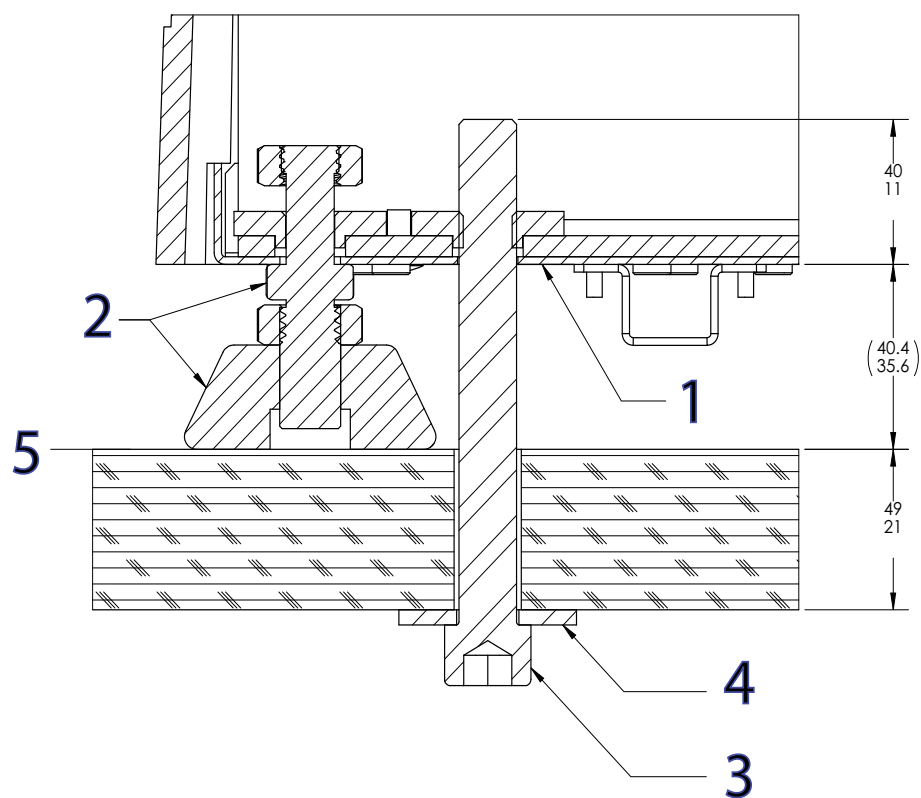

Figure 13. Fixez le bâti sur le plan de travail
Légende pour Figure 13
3. Installez chaque boulon et rondelle surdimensionnée comme indiqué dans la Figure 13 à la page 62.